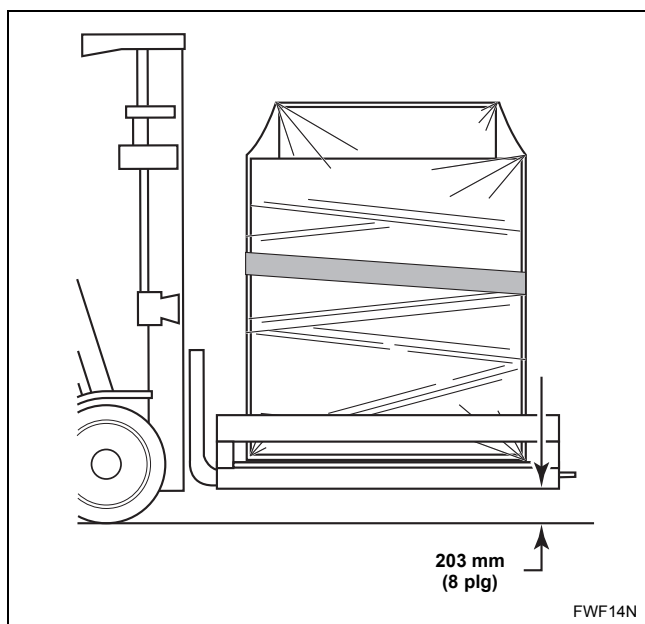

Figura 4
3. Use el montacargas para levantar cuidadosamente la planchadora empacada. Consulte la *Figura 4*.